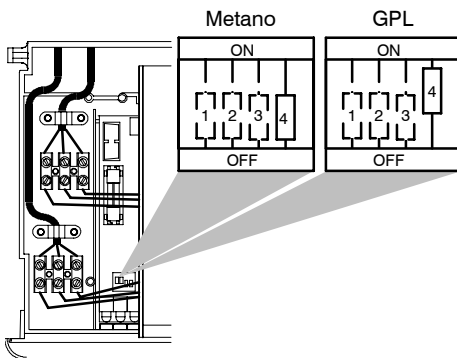

fig. 8.3
- 8 Posizionare il micro selettore "4" fig. 8.3 in ON per il gas Butano e Propano, in OFF per il gas Metano.